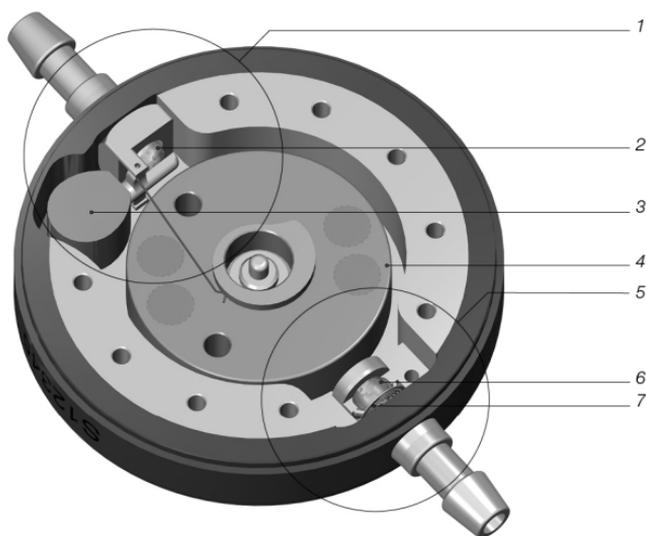

Fig. 1: Secção transversal da M.blue
A *M.blue* é uma válvula fabricada em titânio. É composta por uma unidade gravitacional regulável e uma unidade de pressão diferencial (fig. 1). A unidade gravitacional regulável (1) na parte proximal da válvula possui um peso de tântalo (3) que segura uma esfera de safira na sede da esfera por meio de uma alavanca (2). Dependendo da posição do corpo do paciente, a influência do peso de tântalo sobre a esfera de safira altera-se e, com isto, a pressão de abertura da válvula. Por meio de um rotor (4), a tensão prévia da mola em arco ligada à alavanca pode ser alterada através da pele.